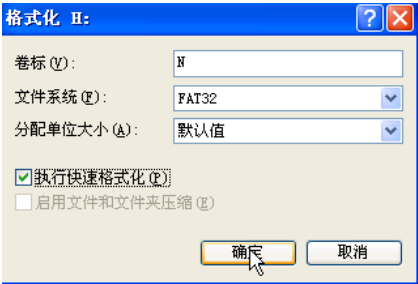

图 5-117 再次格式化
(5) 我们再将已经格式化的第二个分区格式化为 FAT32，就是它原来的分区格式，如图 5-117 所示。然后我们再用 R-STUDIO 再次扫描，有三个扫描结果，如图 5-118 所示。